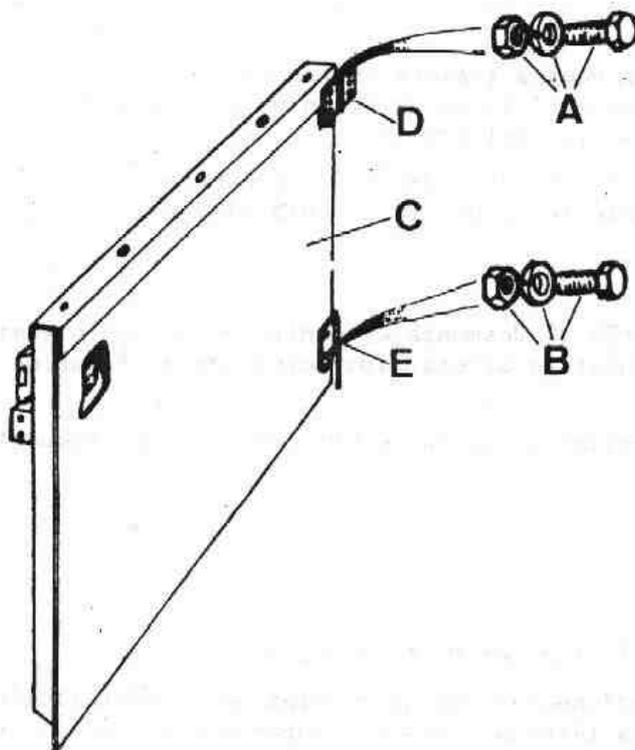

Fig. Q-51 Desmontaje de la puerta trasera
- 1.4. Soltar los elementos de fijación, A y B (Fig. Q-51) de la puerta, C, a las bisagras, D y E, y separar el conjunto de la puerta y ventanilla del vehículo.